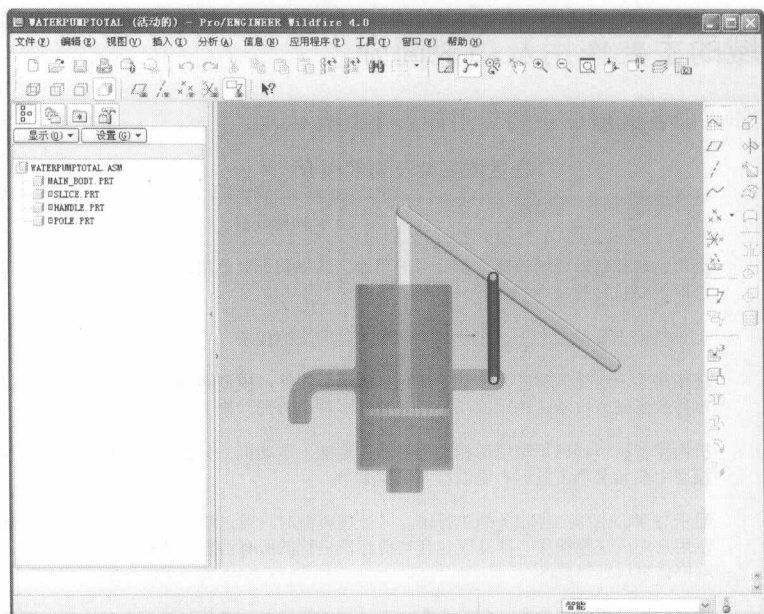

图1-4
3. 在【文件打开】对话框中选取附盘中的“第1章\结果\范例 1-1-finished\N1_99.asm”文件，单击  按钮，进入 Pro/E Wildfire 4.0 组件工作界面，如图 1-4 所示。